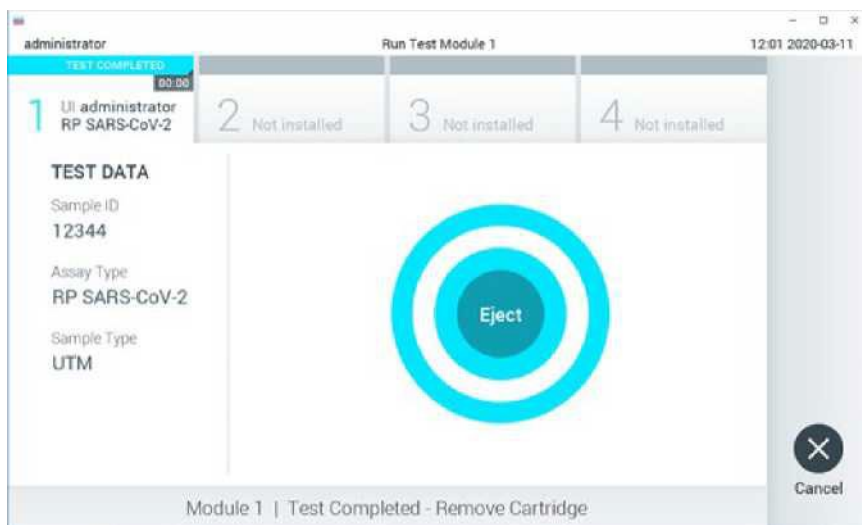

Рис. 49. Экран извлечения.
9. После завершения теста, появится экран **«Eject (Извлечь)»** (рис. 49), а в строке состояния модуля отобразится результат теста в одном из следующих вариантов: